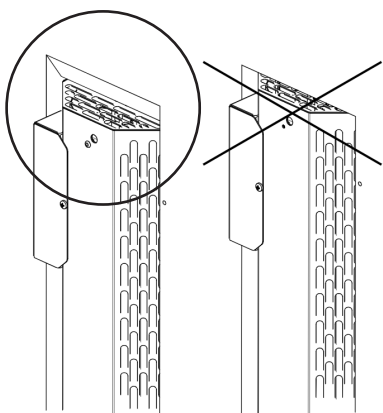
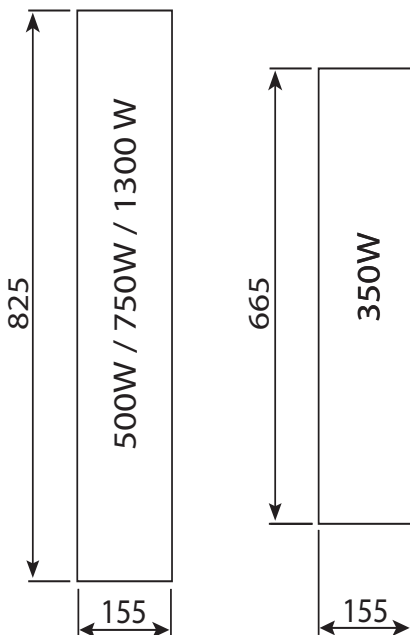

Bild 1: Ventilationsöppningarna ska lämnas öppnade.
Bild 4: Monteringsutskärning för infrarödvärmare
- Ventilationsöppningarna uppe och nere får INTE täckas över (se kapitel **Bild 1**)
Beakta **Bild 1** och **Bild 4**.